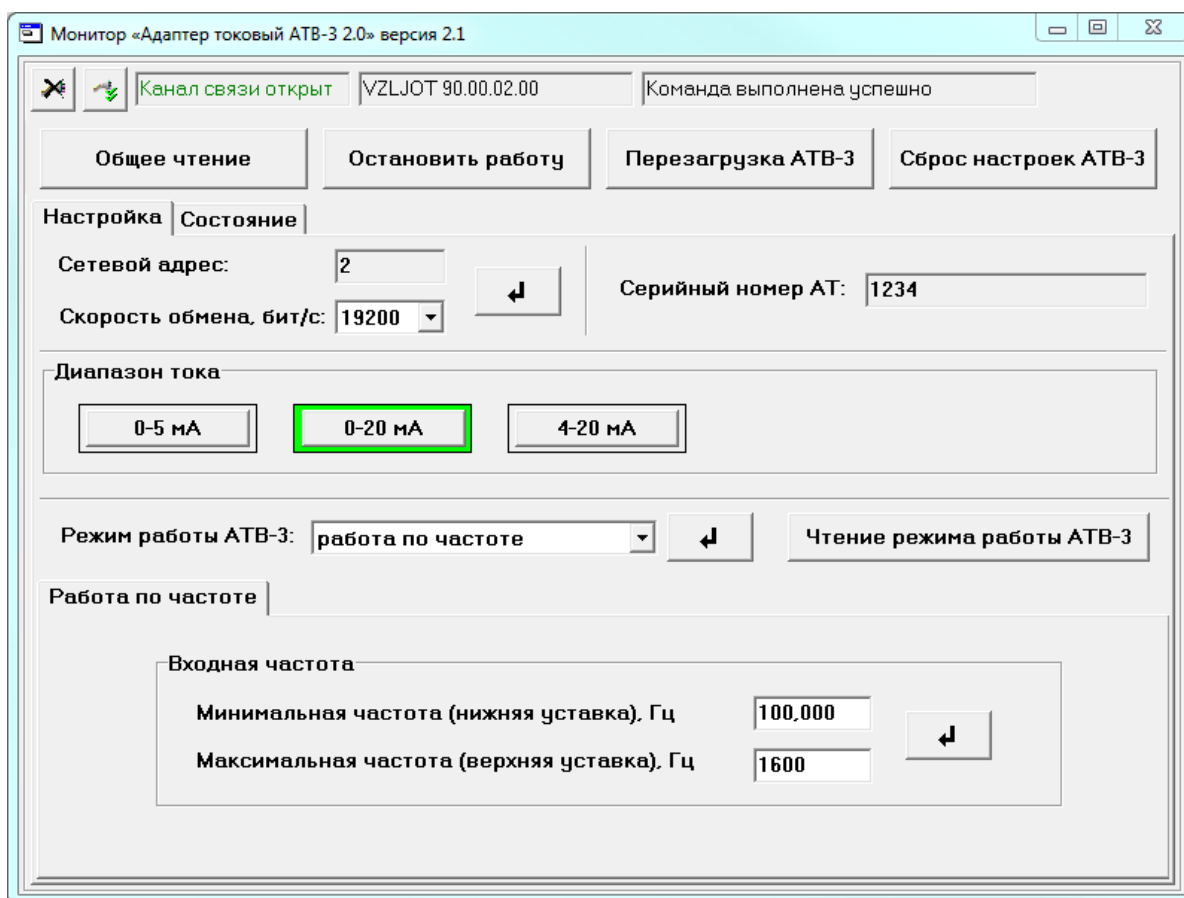

Рис.5. Вкладка «Настройка» основного окна монитора.
2.4.3. На рис.5 приведен пример настройки работы адаптера в режиме преобразования входного частотного сигнала в сигнал постоянного тока.